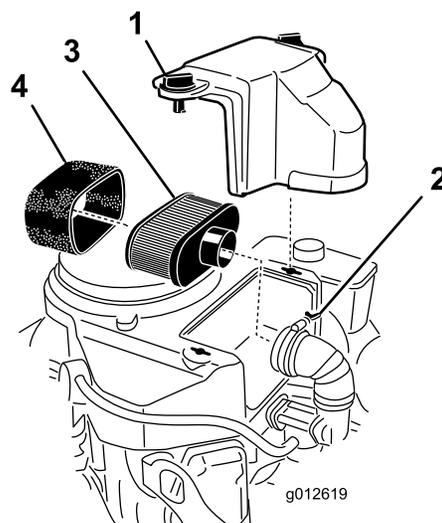

Рисунок 39
3. Очистите зону вокруг воздухоочистителя, чтобы в двигатель не попали загрязнения, которые могут его повредить (Рисунок 39).
4. Ослабьте фиксацию ручек крышки и снимите крышку воздухоочистителя (Рисунок 39).
5. Ослабьте фиксацию хомута шланга и снимите воздухоочиститель в сборе (Рисунок 39).
6. Осторожно снимите элемент из пеноматериала с бумажного элемента (Рисунок 39).
- Осторожно наденьте элемент из вспененного материала на бумажный элемент воздухоочистителя (Рисунок 39).
- Установите воздухоочиститель в сборе на его основание или на шланг и закрепите его (Рисунок 39).
- Установите на место крышку воздухоочистителя и затяните ручку крышки (Рисунок 39).